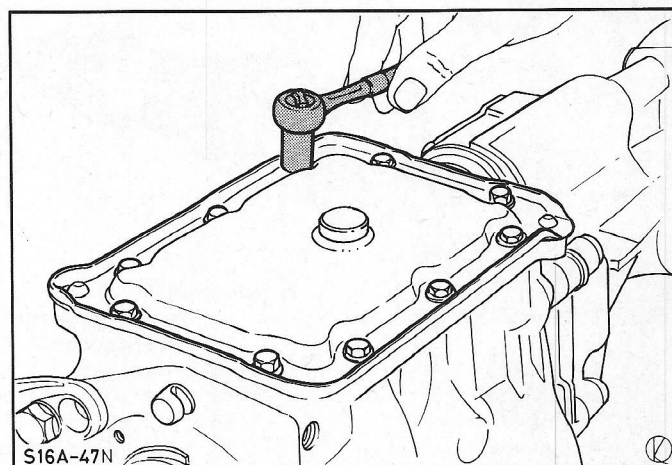

Fig. 6 Deksel van versnellingsbakhuis verwijderen.
6. Verwijder het deksel van het versnellingsbakhuis, fig. 6. Kantel de versnellingsbak en laat de versnellingsbakolie weglopen.